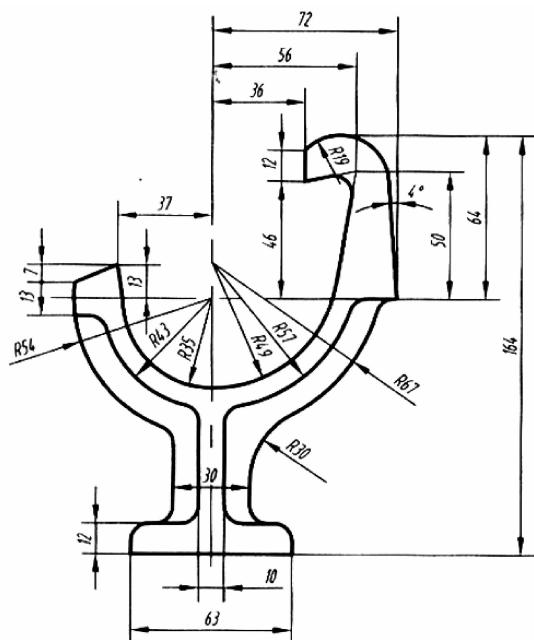
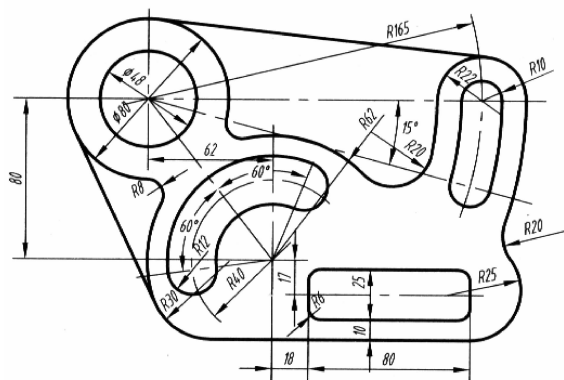

图 3-31 平面图形 1
图 3-43 平面图形 13
- (1) 设置 A3 图幅,在标题栏填写姓名和学号,字高 7mm。
- (2) 尺寸标注按图 3-31~图 3-43 中格式。尺寸参数:字高为 3.5mm,箭头长度为 3mm,尺寸界线延伸长度为 2mm,其余参数使用系统缺省设置。
- (3) 分层绘图。图层、颜色、线型要求如表 3-12 所示。
根据要求完成如图 3-31~图 3-43 所示平面图形。